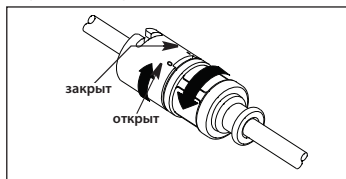

Рисунок 3
- b. Если используется фильтр-оболочка катетера с переходником TwistLock (при наличии), убедитесь в том, что двойной TwistLock фильтр-оболочки катетера полностью открыт (см. рис. 3).